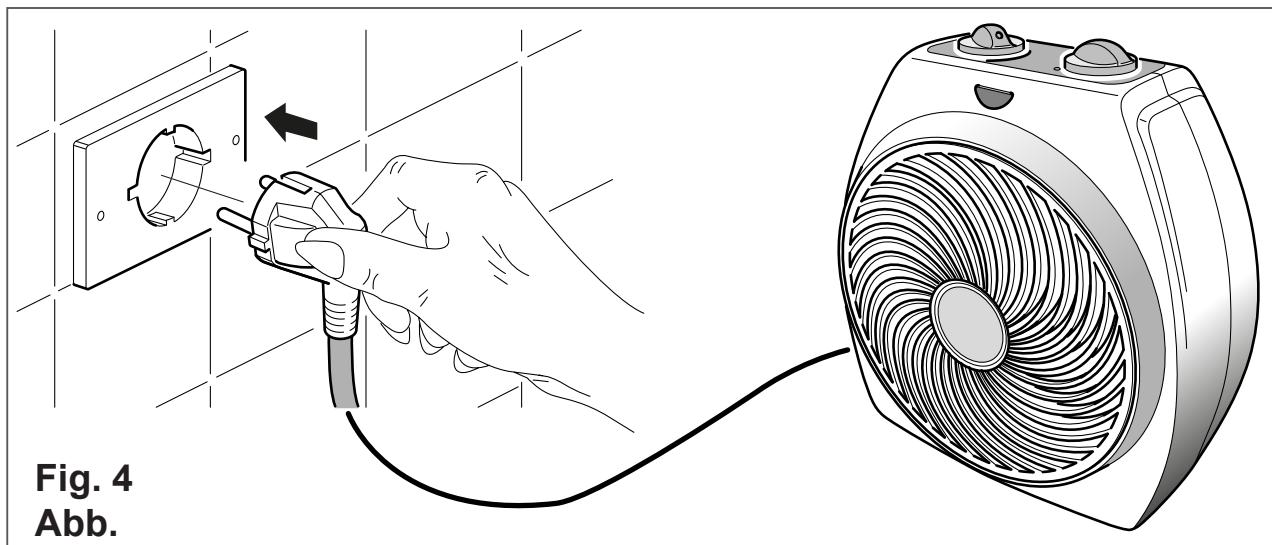

Fig. 4
- Plug the cord into a power outlet (Fig. 4).
- Brancher le câble à une prise d'alimentation (Fig. 4).
- Stecken Sie das Kabel in einen Netzstecker ein (Abb. 4).
- Conecte el cable a una toma de alimentación (Fig. 4).